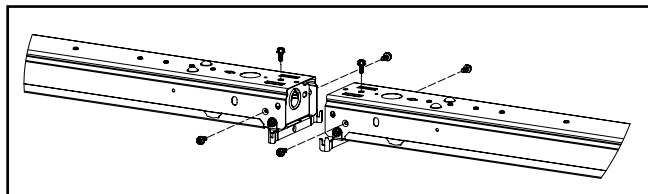

Figure 10
- Retirez du canal les vis (6) illustrées ci-dessous. Elles seront réinstallées après l'installation du connecteur du canal. (Figure 10)